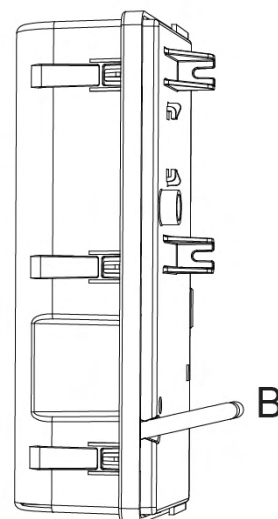

Figure 7-9: Dépose du tube long
6. Utilisez un tournevis plat large ou une clé plate de 10 mm pour enfoncer l'anneau noir à côté du filtre secondaire (B) tout en retirant le tube long de l'autre main (Figure 7-9).